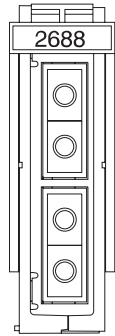

図 11. 2688 OLP カード
- __ 2. システム装置の背面にある 2688 OLP カード (図11) を探します。